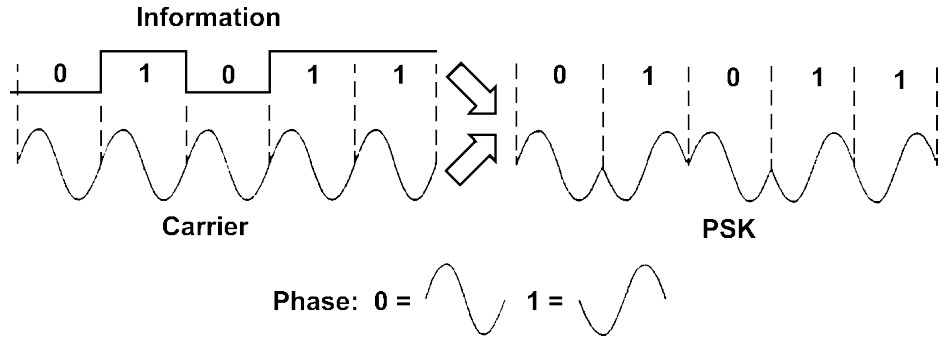
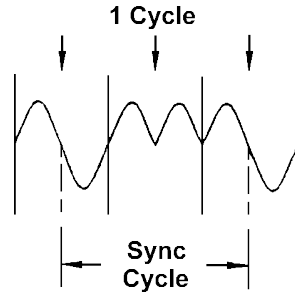

Fig. 19-1 PSK modülasyonu.
Fig. 19-5 Synchronization cycle.
Bölüm 18'de ifade edildiği gibi, faz kaydırmalı anahtarlama(PSK) modülasyonu faz modülasyonunun(PM) özel bir durumu olarak görülebilir. Fig. 19-1'de PSK modülasyonu gösterilmektedir.
Fig. 19-1'de, taşıyıcı işaret sabit frekans ve genlikli sinüzoidal bir işarettir. Modüle edilecek işaret ise binary bir bilgidir. Eğer giriş işareti low(0) ise, taşıyıcı işaret fazını korur. Eğer giriş işareti high(1) ise, taşıyıcı işaret fazını 180 derece çevirir. Bağlı olarak aralarında sadece 180 derece faz farkı bulunan iki sinüzoidal işarete antipodal işaretler adı verilir. Bu tür faz kaydırmalı anahtarlama binary PSK(BPSK) ya da faz çevirmeli anahtarlama(phase-reverse keying - PRK) adı verilir.
Eğer bir sync cycle gerekiyor ise, sync cycle kontrol devresi, kontrol shift registerın çıkış datasını kontrol etmek için bir kontrol işareti üretecektir. Daha sonra, sync cycle işareti modülatör çıkışında oluşacaktır. Bizim deneylerimizde Fig. 19-5'de gösterilen sync cycle formatı kullanılmaktadır. Bu sync cycle işareti, Fig. 19-1 ve 19-2'de gösterilen PSK/QPSK modülasyonlu işaretlerden farklıdır. Sync cycle işareti, PSK/QPSK demodülatöründeki sync cycle detektörü ile belirlenebilir ve bir tanımlayıcı kelime gibi görülebilir.